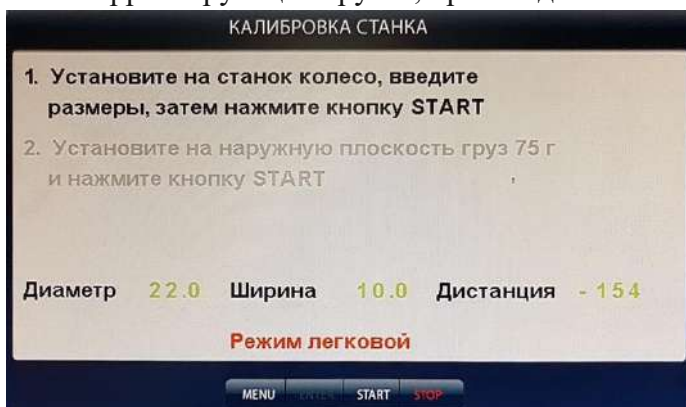

Рис. 18.1.
18.2. Установите требуемый режим балансировки (1 или 2) и войдите в программу калибровки, нажав кнопку МЕНЮ, в открывшемся окне Меню выберите пункт 4 «Калибровка», нажав кнопку 4 в верхнем ряду клавиатуры. Выберите пункт 1. Откроется окно КАЛИБРОВКА СТАНКА (рис.18.1).
18.5. Запустите СБ, нажав кнопку START. В режиме 1 после первого цикла в окне рис.18.1 высветится второй пункт "Установите на наружную плоскость груз 75 г и нажмите кнопку START", в режиме 2 "Установите на наружную плоскость груз 300 г и нажмите кнопку START",